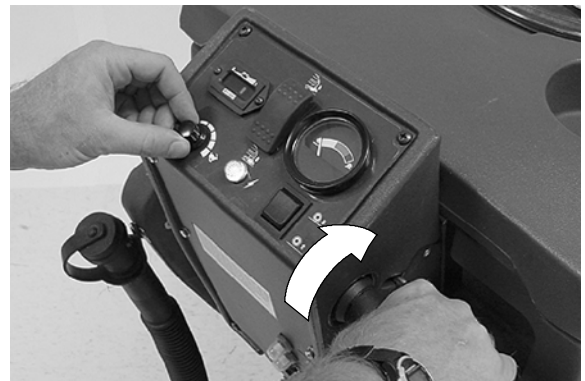

FIG. 8
3. Pour démarrer le nettoyage, tournez les poignées de commande vers l'avant et tournez le bouton de réglage de la vitesse en fonction de la vitesse de nettoyage recommandée (Figure 8).